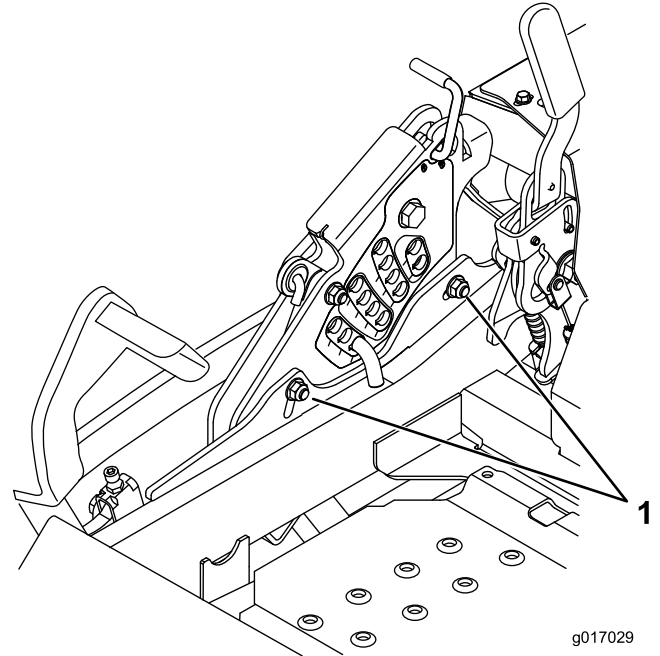

Figura 87
12. Para ajustar el sistema de ajuste de un solo punto, afloje los 2 pernos situados cerca del borde inferior de la pletina de altura de corte. Consulte Figura 87.
14. Apriete los 2 pernos situados cerca del borde inferior de la pletina de altura de corte (Figura 87). Apriete a 37–45 N-m.